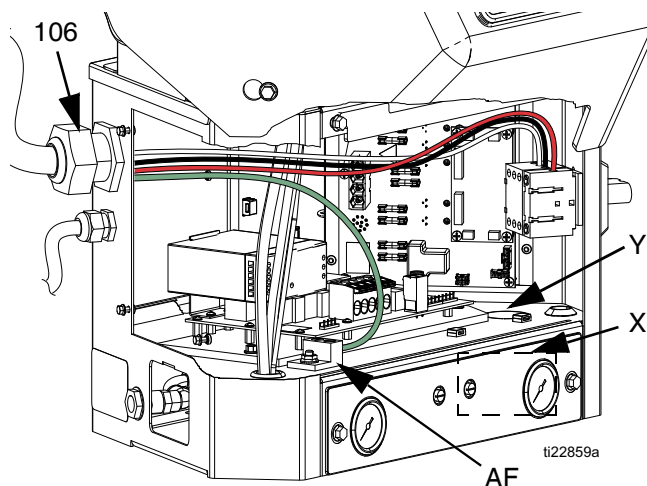

FIG. 13
OBS: Den monterade avlastningsbussningen (106) passar en sladd med ytterdiameter 18–32 mm (0,708-1,260 tum). Se FIG. 13. Dra åt dragavlastningsbussningen vid behov med en nyckel tills den sluter om kabeln.
4. För in elkabeln genom den elektriska kapslingens avlastningsbussning (106). Se FIG. 13.
- a. Alternativ kabeldragnings: dra elkabeln genom en kabelkanal från åtkomstporten (X) genom hålet (Y). Kabelkanal krävs när kablar dras nära tryckluftskomponenter.
6. Anslut jordkabeln i chassits jord (AF). Se FIG. 13.